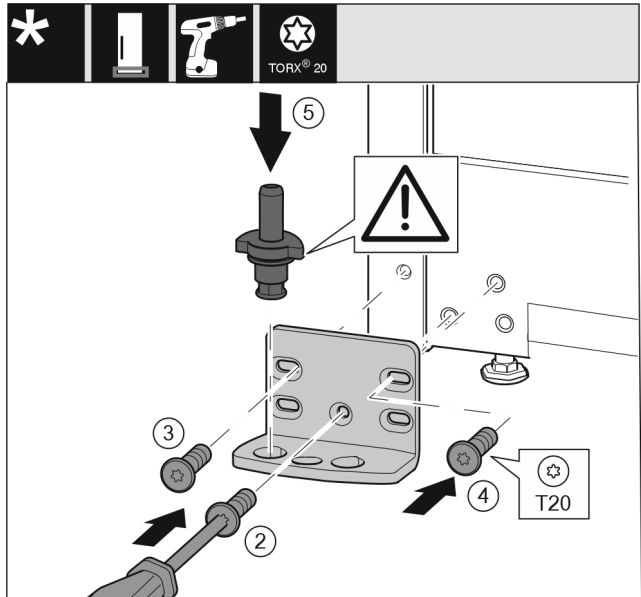

Fig. 15
- Vendosni bazamentin mbështetës në anën tjetër dhe mbërthejeni me ndihmën e një kaçavide T20. Filloni me vidën 2 poshtë në mes. Fig. 15 (2)
- Mbërtheni fort vidën 3 dhe 4. Fig. 15 (3,4)
- Vendosni komplet në vend bazamentin mbështetës. Këtu bëni kujdes që gungat e kapjes të jetë të kthyer nga poshtë. Fig. 15 (5)